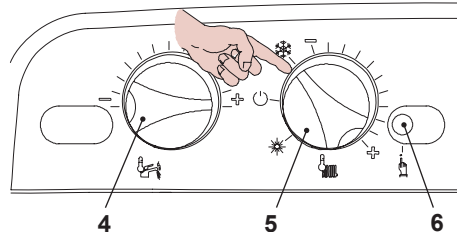
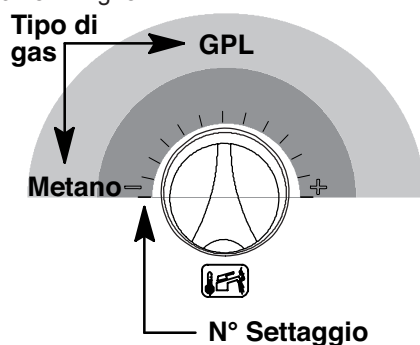
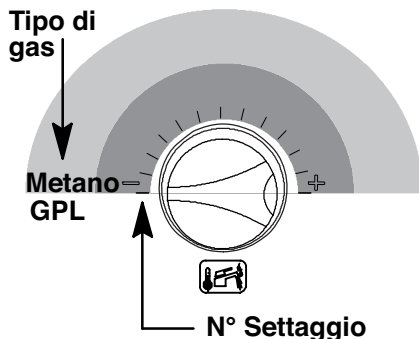

Fig. 8.2
Fig. 8.7
Fig. 8.11
- Posizionare il selettore 4 e la manopola regolazione sanitario 5 come in Fig. 8.2.
- Per settare il Tipo di gas bisogna entrare in programmazione premendo per 15 secondi il pulsante di ripristino 6 in Fig. 8.2 fino alla comparsa del parametro **P01** sul display LCD; sul display LCD compare la seguente visualizzazione (la sequenza **P01** si alterna -- -- --).
- Premere il pulsante di ripristino 6 in Fig. 8.2 per lo scorrimento dei vari parametri sino al raggiungimento del parametro **P05** valido per il settaggio del Tipo di gas; sul display LCD compare la seguente visualizzazione (la sequenza **P05** si alterna a **01**).
Esempio: Se il tipo di gas di alimentazione è il GPL (G30-G31) e la caldaia è predisposta per il funzionamento con il gas Metano (G20) ruotare la manopola 4 in Fig. 8.2 come in Fig. 8.7.
- Premere il pulsante di ripristino 6 in Fig. 8.2 per il raggiungimento del parametro **P06** valido per il settaggio del Tipo di gas (secondo livello); sul display LCD compare la seguente visualizzazione (la sequenza **P06** si alterna a **01**).
- Per cambiare il settaggio ruotare la manopola regolazione temperatura sanitaria 4 in Fig. 8.2 e posizionarla sulla posizione prescelta vedi anche Fig. 8.11.